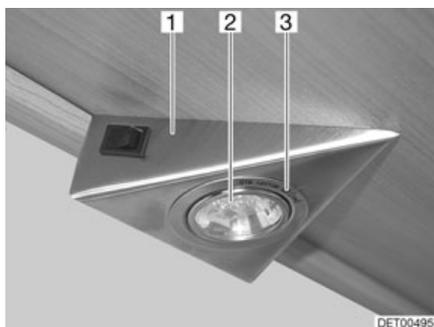

Fig. 188 Lampe halogène encastrée
La lampe halogène est encastrée dans un boîtier (Fig. 188,1).
- Desserrer la bague de recouvrement intérieure (Fig. 188,3) du boîtier avec un tournevis.
- Retirer l'ampoule halogène (Fig. 188,2).